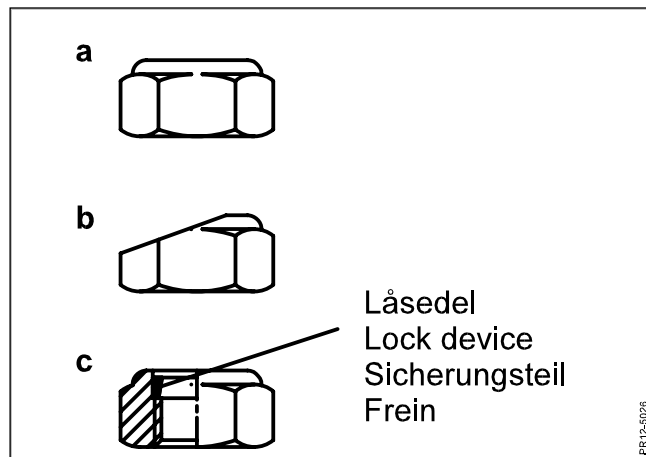

Fig. 6-7
- Fig. 6-7 Specialmuttern till knivbultarna skall bytas ut om: